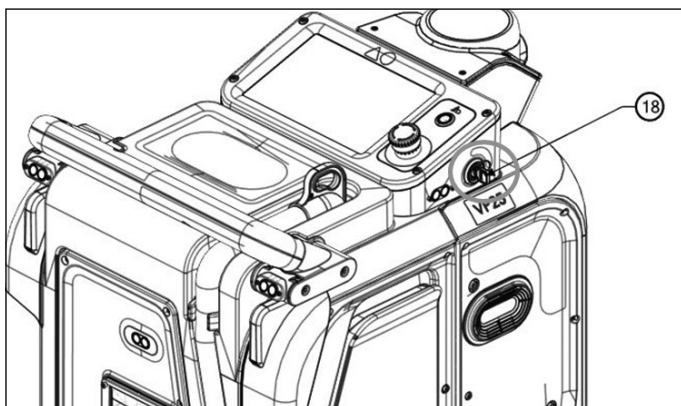

Abbildung 55
1. Stecken Sie den Schlüssel wie gezeigt (**Abb. 55**) in den Schlüsselschalter (**18**).